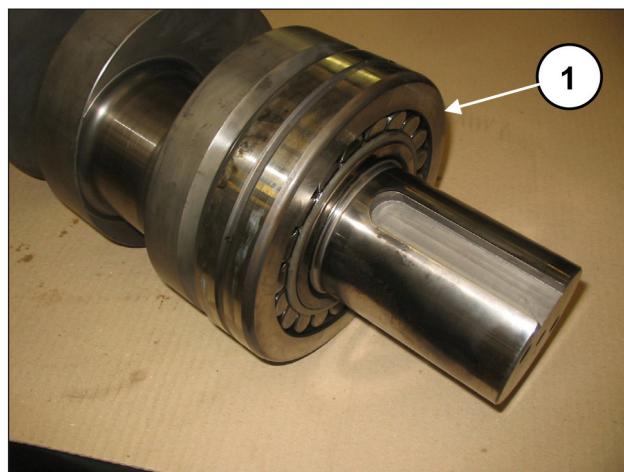
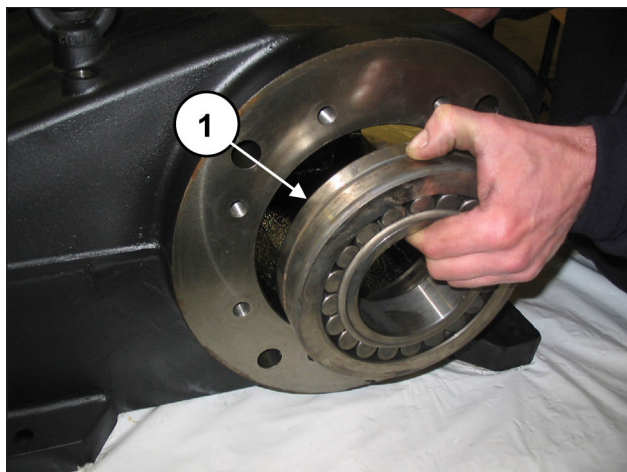

图 42
图 43
将动力输出轴侧轴承预装到轴上，直至到底(①，图 42)并安装另一侧的轴承到曲轴箱上(①，图 43)。
图图 43中的轴承有锥形内环。检查锥度是否从外到内，使衬套之后可以插入。